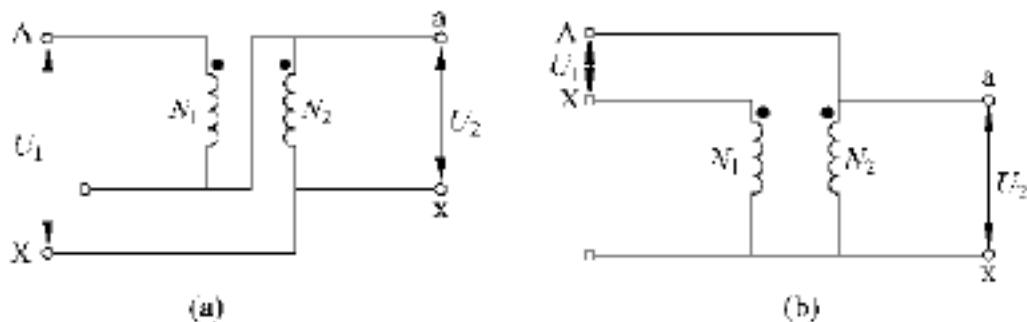

图 5.20
5.22 实验室有一单相变压器, 其数据如下: $S_N = 1 \text{ kV} \cdot \text{A}$, $U_{1N}/U_{2N} = 220/110 \text{ V}$, $I_{1N}/I_{2N} = 4.55/9.1 \text{ A}$ 。今将它改接为自耦变压器, 接法如图 5.20(a) 和 (b) 所示, 求此两种自耦变压器当低压边绕组 ax 接于 110 V 电源时, AX 边的电压 U_1 及自耦变压器的额定容量 S_N 各为多少?
解 (1) 按图 5.20(a) 接线的自耦变压器变比
(2) 按图 5.20(b)接线的自耦变压器变比